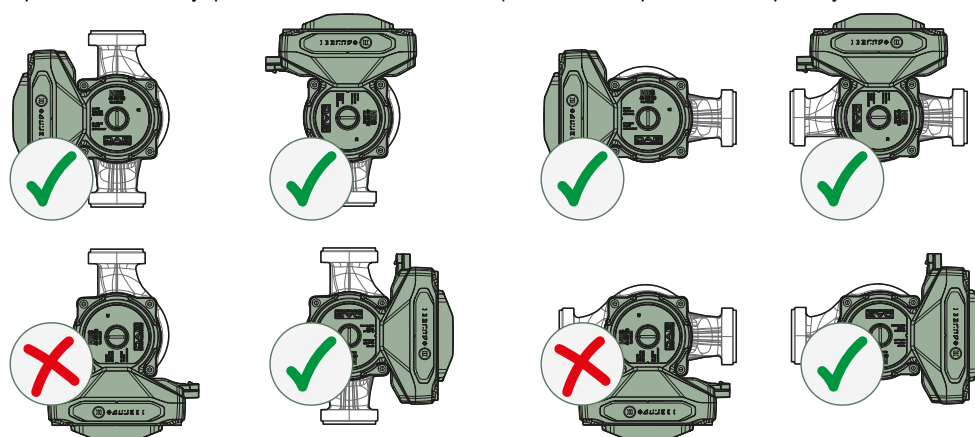

Рисунок. 7
Вы можете повернуть пользовательский интерфейс в положение, отличное от стандартного, см. Рисунок. 7.
- i Обратите внимание на разницу между температурой окружающей среды и температурой жидкости: В случае повышения температуры окружающей среды выше температуры перекачиваемой жидкости, есть риск образования конденсата; Этот конденсат должен и может быть слит по крайней мере через один из **Трех дренажных отверстий**, расположенных на корпусе двигателя (Рисунок. 7). Если существует риск образования конденсата, убедитесь, что корпус двигателя не расположен над электронным блоком управления, так как конденсация может повредить электронику.